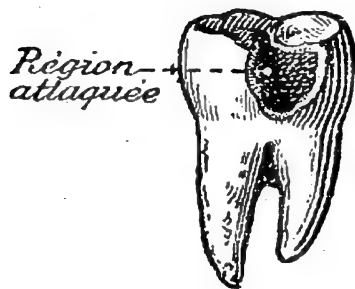

Fig. 5.
**se gâter.** — Un choc peut fêler une dent; ou bien elle peut être rongée par du vinaigre, par le jus acide de certains fruits. Les débris d'aliments qui séjournent parfois entre les dents fermentent et il s'y développe des êtres vivants très petits qui font « gâter » les dents. Le mal commence par une petite tache noire qui, faute de soins, s'étend, puis devient une cavité qui s'agrandit : la dent est cariée (fig. 5); elle finira par se briser et tomber en morceaux, en provoquant de très vives douleurs.